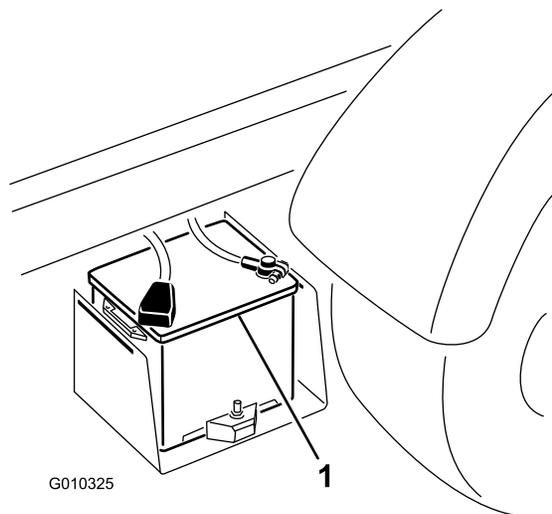

Bild 62
2. Schließen Sie ein Starthilfekabel an die Pluspole der zwei Batterien an (Bild 62).